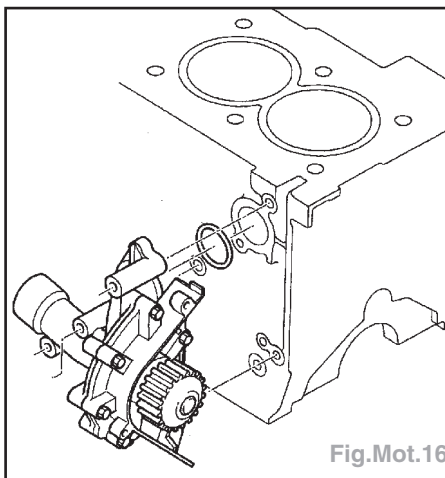

Fig.Mot.16
- à l'extérieure du bloc moteur (Fig.Mot.16).